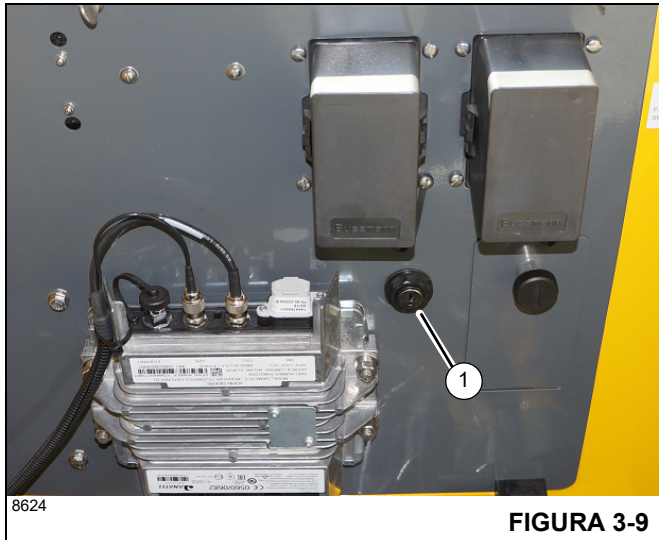

FIGURA 3-9
El tablero de fusibles (1) (Figura 3-9) se encuentra detrás del asiento de la cabina en el conjunto de tablero de relés y fusibles de la cabina. Contienen 20 fusibles que protegen los diversos componentes eléctricos.
El interruptor de anulación de limitadores (1, Figura 3-9) es un interruptor con llave, de dos posiciones, En situaciones de emergencia solamente, gire el interruptor en sentido horario para anular los siguientes sistemas limitadores y sus bloqueos de función de grúa: